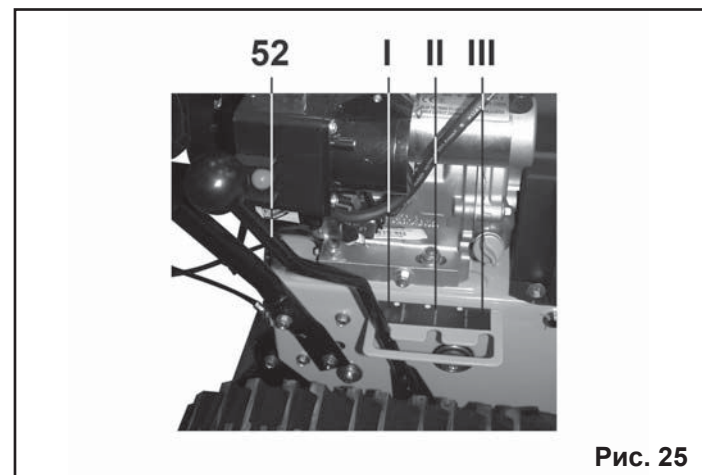

Рис. 25
8.9. Использование рычага переноса массы (Рис.25).